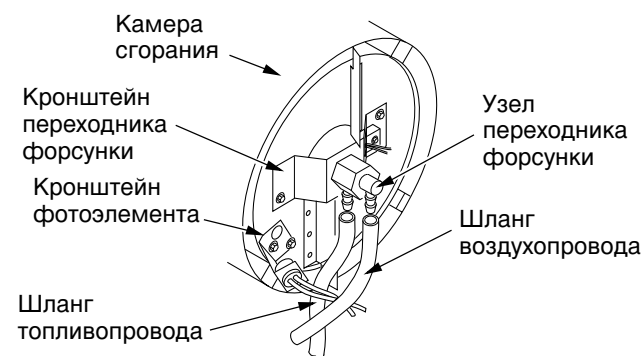
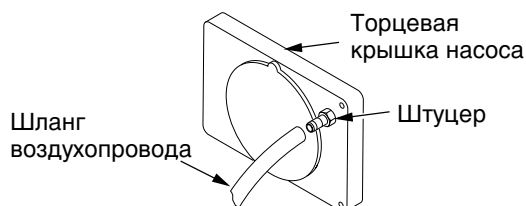

Рис. 17. Снятие шлангов воздухопровода и топливопровода (только для моделей REM8CEL RE и REM12CEL RE)
Рис. 22. Присоедините шланг воздухопровода к штуцеру
14. Установите фотоэлемент в его кронштейн. Протяните провода, как показано на Рис. 17, 18, или 19, стр. 13.
3. Снимите шланги топливопровода и воздухопровода с узла форсунки (см. Рис. 17, 18 или 19).
4. Проверьте шланги топливопровода и воздухопровода на отсутствие трещин и/или отверстий. Если топливопровод поврежден, отсоедините его от переходника форсунки (см. Рис. 17, 18 или 19, стр. 13) и топливного фильтра (см. стр. 10). Если воздухопровод поврежден, отсоедините его от переходника форсунки (см. Рис. 17, 18 или 19, стр. 13) и от штуцера торцевой крышки насоса (см. Рис. 22).
5. Установите новый воздухопровод и/или топливопровод. Присоедините один конец шланга воздухопровода к штуцеру на торцевой крышке насоса (см. Рис. 22), а другой - к переходнику форсунки (см. Рис. 17, 18 или 19, стр. 13). Присоедините один конец шланга топливопровода к топливному фильтру (см. стр. 10), а другой - к переходнику форсунки (см. Рис. 17, 18 или 19, стр. 13).
На нагревателях моделей REM8CEL RE и REM12CEL RE проложите воздухопровод и топливопровод примерно так, как показано на Рис. 17, стр. 13.